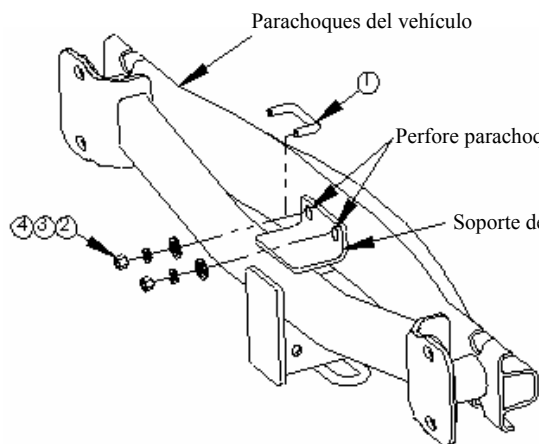

FIGURA 3
①	Cant. (1)	Perno en U, 3/8"	③	Cant. (2)	Arandela de bloqueo, 3/8"
②	Cant. (2)	Arandela cónica, 3/8"	④	Cant. (2)	Tuerca hexagonal 3/8"
- Asegure el enganche y el parachoques entre sí fuera del vehículo. Alinee los orificios de montaje en el enganche y el parachoques, como se muestra en la **Figura 3**. Cerciórese de que el orificio enroscado en el parachoques esté en el costado del pasajero. Perfore dos orificios en el parachoques, usando los orificios en el soporte del parachoques como guía.
- Introduzca el perno en U a través del soporte del parachoques y el parachoques. Sujete en su lugar como se muestra en la **Figura 3**, apretando a mano.